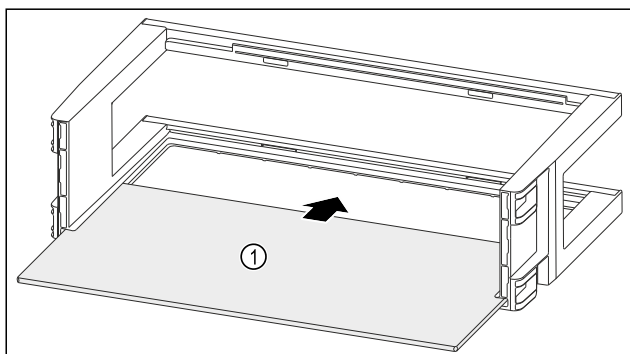

Fig. 115
- Odkládací plochu Fig. 115 (1) zasuňte do bočních vybrání.